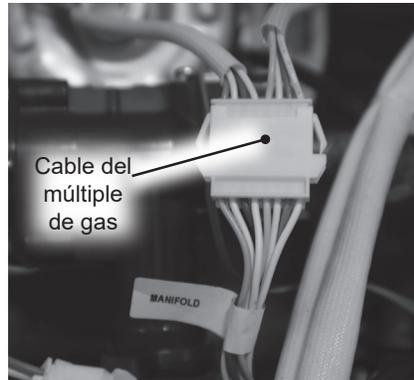

Figura 113 - Desconexión del cable del múltiple de gas
- Ubique el mazo de cables del múltiple de gas y desconéctelo. Consulte la Figura 113.
- Ubique el mazo de cables del múltiple de gas y conéctelo. Consulte la Figura 113.